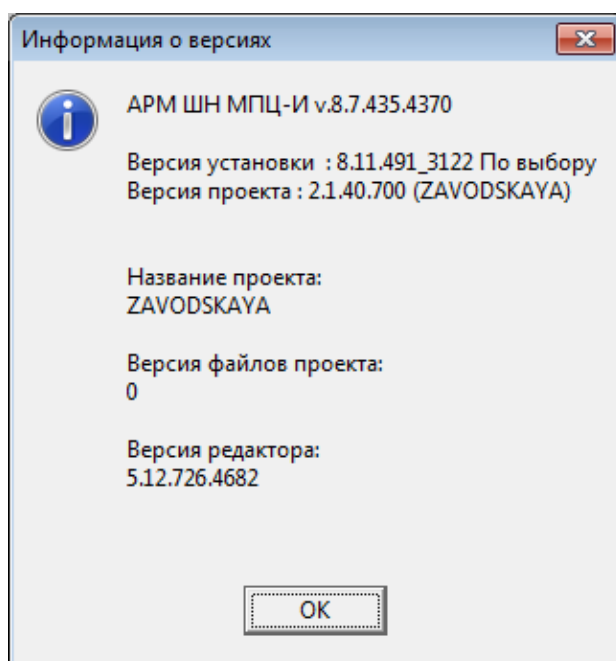

Рисунок 1. Окно информации о версиях АРМ ШН.
7.2.4. В АРМ ШН открыть окно информации о версиях (Рисунок 1) и сравнить версию в формуляре с указанными в этом окне версиями.